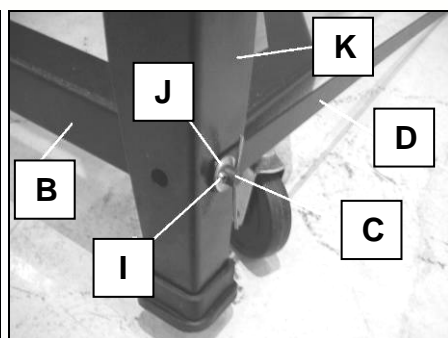
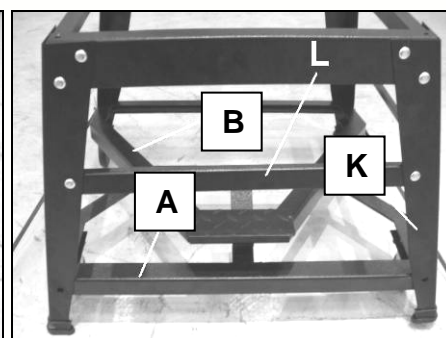

Fig 18
Fig 19
- Insérez la tige de 10mm (C) dans le piètement (K) et le bras principal (B) et faites-la traverser de l'autre côté (Fig 18).
- De chaque côté, placez une barre transversale (D) et 1 rondelle de 10mm (J), puis insérez une goupille (I) dans la tige (C) (Fig 18).
- Sécurisez les goupilles (I).
- Placez le bras inférieur (A) à l'intérieur du piètement (K) et sous le bras principal (B) (Fig 19).